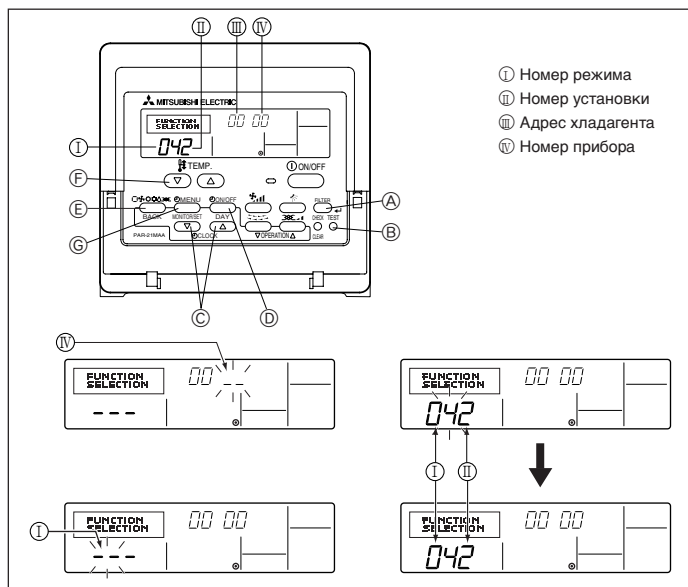

Fig. 6-6
6.3.1. Функциональная настройка прибора (Fig. 6-6)